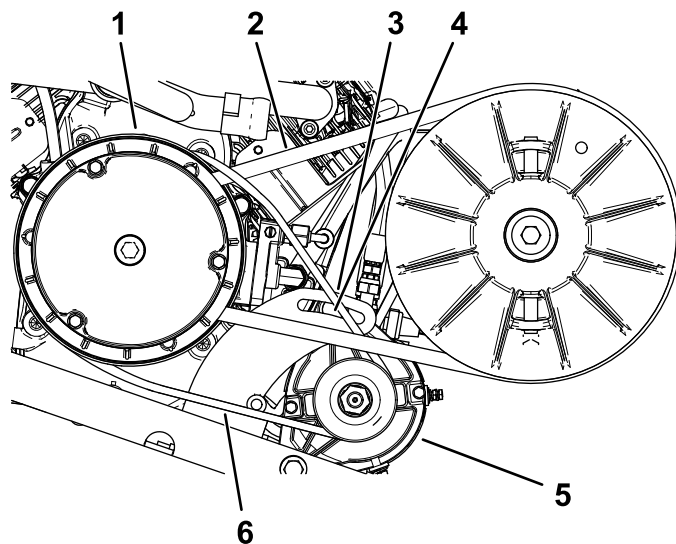

Bild 71
2. Lösen Sie die Drehmutter für den Startergenerator (Bild 71).
4. Drücken Sie das Stemmeisen nach unten, um den Starter nach unten im Schlitz zu drehen, bis die Riemenspannung nur eine Riemendurchbiegung von 6 mm erlaubt, wenn Sie eine Kraft von 44 N·m aufbringen (Bild 71).
5. Ziehen Sie die Drehmutter mit der Hand an und entfernen das Stemmeisen (Bild 71).